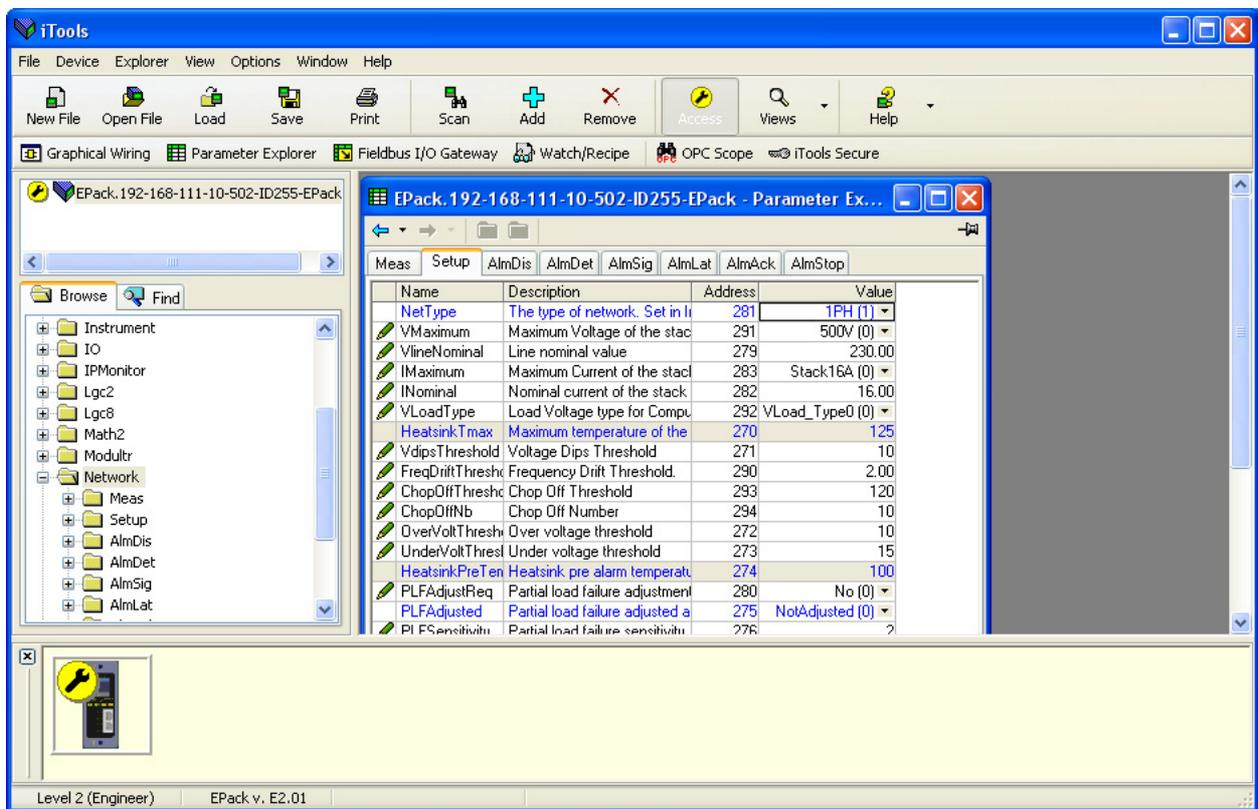
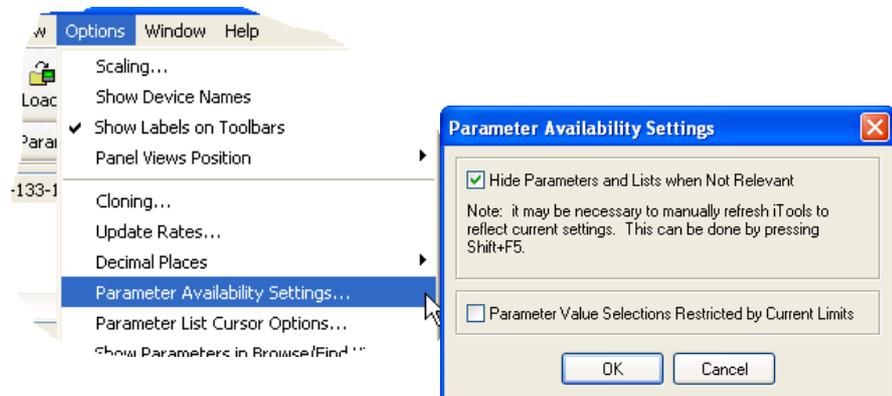

Figure 136 Exemple de tableau de paramètres
Figure 139 Afficher/Masquer paramètres
Dans chaque cas, les paramètres du bloc fonction apparaissent dans la fenêtre iTools sous forme tabulaire, comme dans l'exemple de la Figure 136.
1. Les paramètres en bleu ne sont pas éditables (Lecture seule). Dans l'exemple ci-dessus, tous les paramètres sont à lecture seule. Les paramètres en lecture/écriture sont en noir et comportent un symbole représentant un « crayon » dans la colonne d'accès à la lecteur/écriture sur le bord gauche du tableau. Plusieurs de ces éléments sont indiqués dans la Figure 136 ci-dessus.
2. Colonnes. La fenêtre d'exploration par défaut (Figure 136) contient les colonnes « Nom », « Description », « Adresse » et « Valeur ». Comme la Figure 139 ci-dessus le montre, les colonnes à afficher peuvent être sélectionnées, dans une certaine mesure, à l'aide du menu « Exploration » ou du menu contextuel. Les « Limites » ont été validées pour l'exemple ci-dessus.
3. Paramètres cachés. Par défaut, iTools cache des paramètres qui sont considérés ne pas être significatifs le contexte actuel. Ces paramètres cachés peuvent être affichés dans le tableau à l'aide de l'élément de réglage de la « Disponibilité des paramètres » dans le menu Options (Figure 139). Ces éléments sont affichés sur une trame de fond.